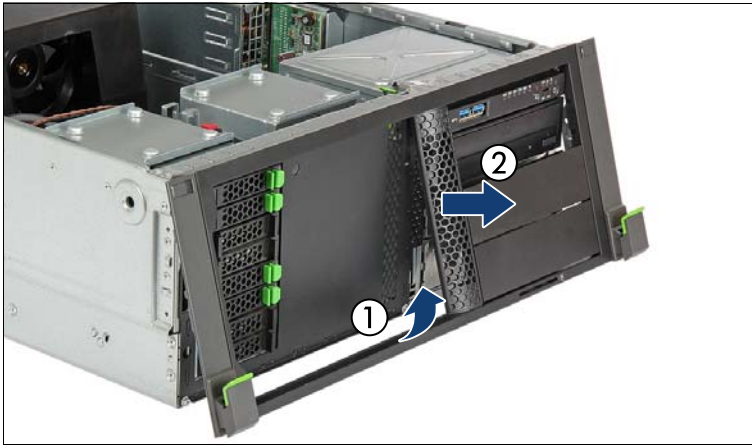

図 8: ラックフロントカバーの取り外し (B)
- ▶ サーバ前面にラックのフロントカバーを取り付けます (1)。
- ▶ ラックフロントカバーを慎重に閉じます (2)。
- ▶ ラックフロントカバーを2本のネジでシャーシの両側に取り付けます (53 ページ の図 8 を参照)。